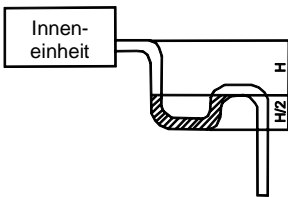

Abb. 21
- (4) Kann ein ausreichendes Gefälle des Ablaufrohrs nicht erreicht werden, muss der Wasserablauf durch ein zusätzliches Rohr (handelsüblich) gehoben werden.
- (5) Ist der Luftstrom aus der Inneneinheit zu stark, kann es zu einem Unterdruck kommen, wodurch die Umgebungsluft zurück angesaugt wird. Deshalb ist ein U-förmiger Siphon bei jeder Inneneinheit zu bilden (Abb. 21).
- (6) Verwenden Sie einen Siphon je Gerät.
- (7) Die Siphons sind mit Rücksicht auf eine einfache Reinigung in der Zukunft zu installieren.